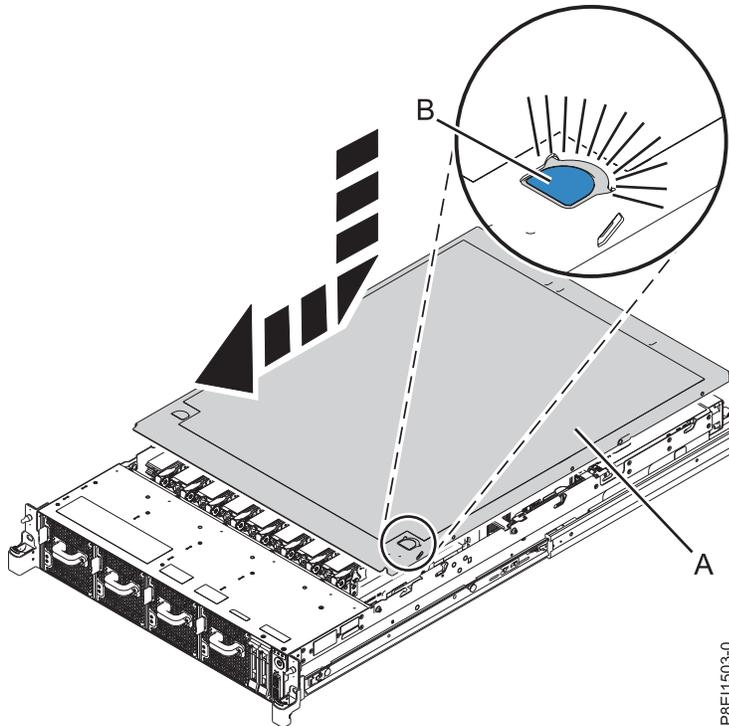

Figure 66. Installation du capot d'accès
1. Placez le capot (A) sur l'unité centrale en prenant soin d'aligner les broches d'alignement du capot avec les emplacements du châssis.
2. Appuyez sur le capot pour que les broches entrent en contact et faites-le glisser vers l'avant du système jusqu'à ce que les taquets de déverrouillage bleus (B) s'enclenchent, comme illustré dans la figure 66, à la page 103.